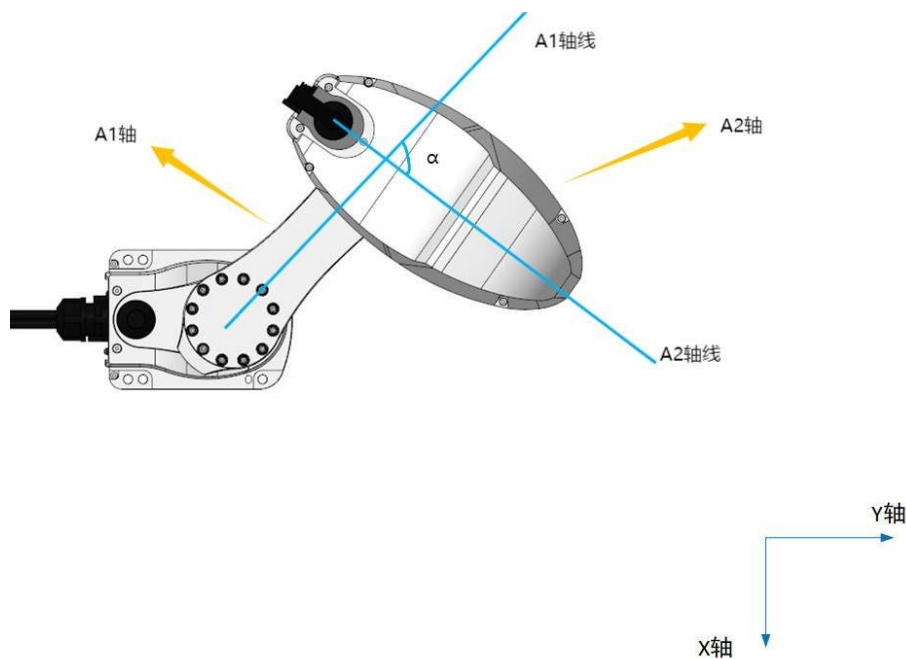

图 3 A2 轴线位置图
3.再将 A2 轴向 A1 轴线的下方向移动, 使得 A1 轴线和 A2 轴线的角度值 α 值大于 0° 小于 90° 。如图 3 所示。